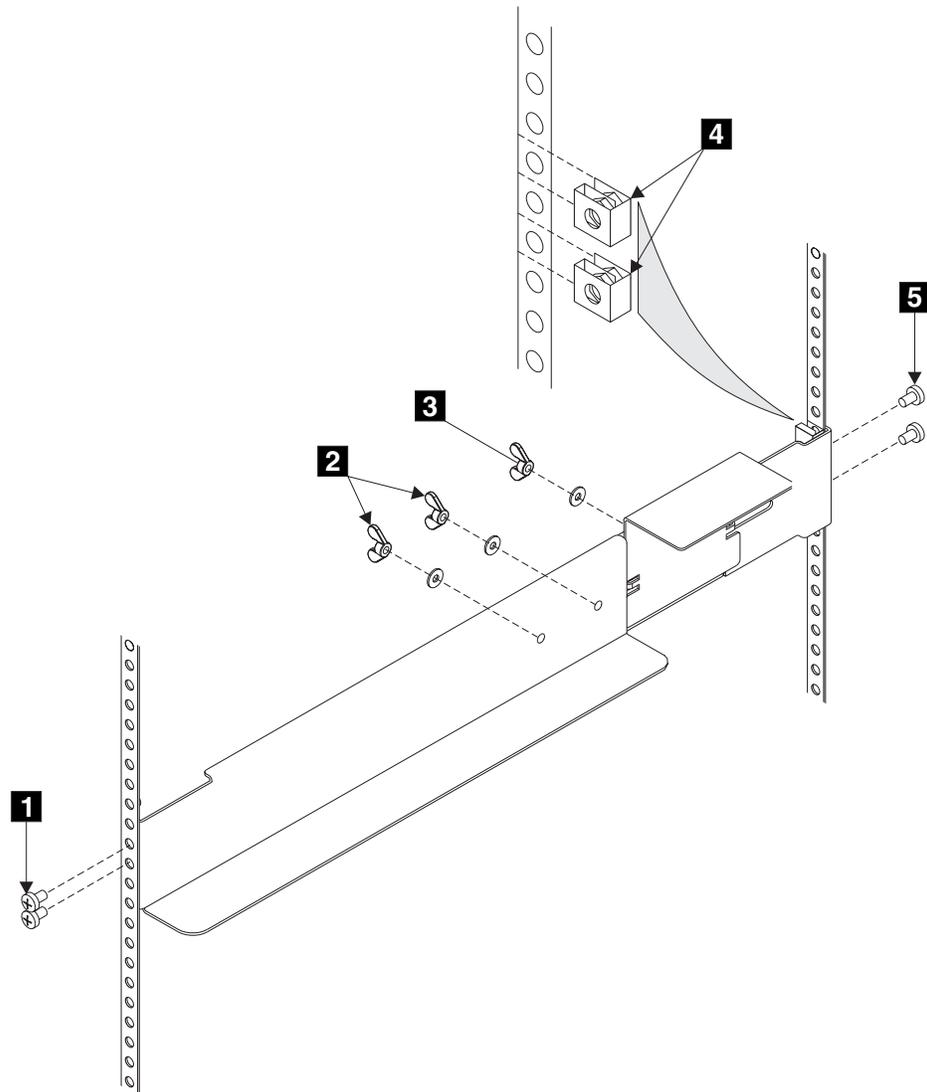

図 19. 無停電電源装置をラックに取り付けるためのサポート・レールの取り付け
3. ラックの背後側に立ち、米国電子工業会 (EIA) マークの位置を探して、無停電電源装置を取り付ける場所を決める (図 19)。無停電電源装置は、常に、ラックの空いている一番下の位置に取り付ける必要があります。無停電電源装置よりも下にある唯一の装置は、別の無停電電源装置です。